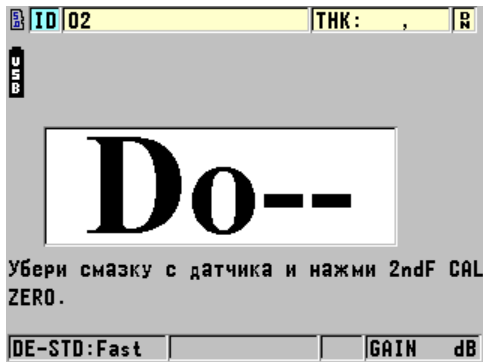

Рис. 5-2 Исходный экран при использовании стандартного раздельно-совмещенного преобразователя D79X
2. Нажмите клавишу  [ВКЛ/ВЫКЛ], чтобы включить прибор. Открывается экран измерений. При использовании раздельно-совмещенного преобразователя D79X на экране измерений появляется сообщение «Do--» (см. Рис. 5-2 на стр. 56).